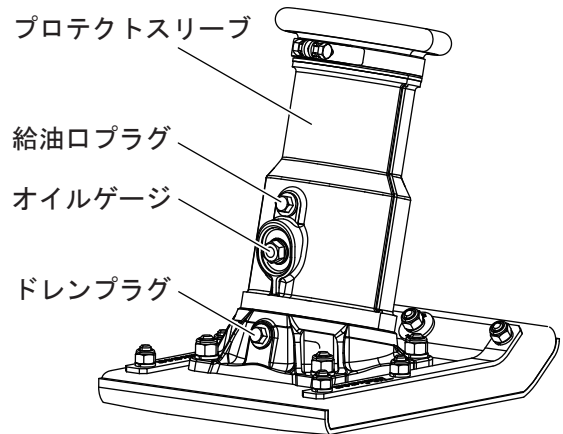

図 1
7. 本機を水平な場所に置いて、プロテクトスリーブのオイルゲージを真横から見て、本体潤滑油が規定量入っているか目視で確認してください。(図1)